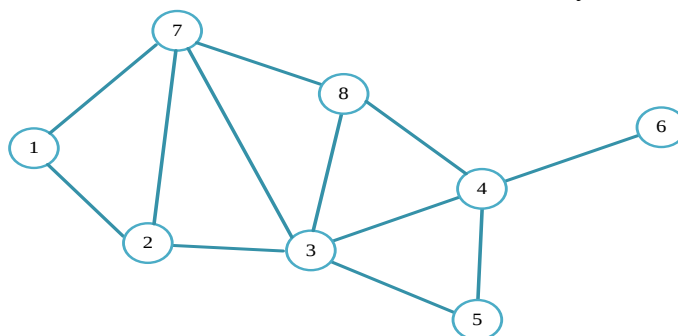

Рис. 6.2. Топология сети связи
6. Рассчитать вероятность связности между узлом 1 и 4 сети связи (рис. 6.2) при различном числе резервированных линий связи (ЛС) при условии, что узлы связи (УС) не поражаются.
Рис. 6.2. Вероятность доведения информации по линии связи 1 (источник) -4 (абонент) при потерях ЛС (q) при разном резервировании ЛС: 1) без резерва (сплошная линия), 2) трёхкратный резерв (пунктирная линия), 3) восьмикратный резерв (штриховая линия), 4) четырнадцатикратный резерв (штрихпунктирная линия).